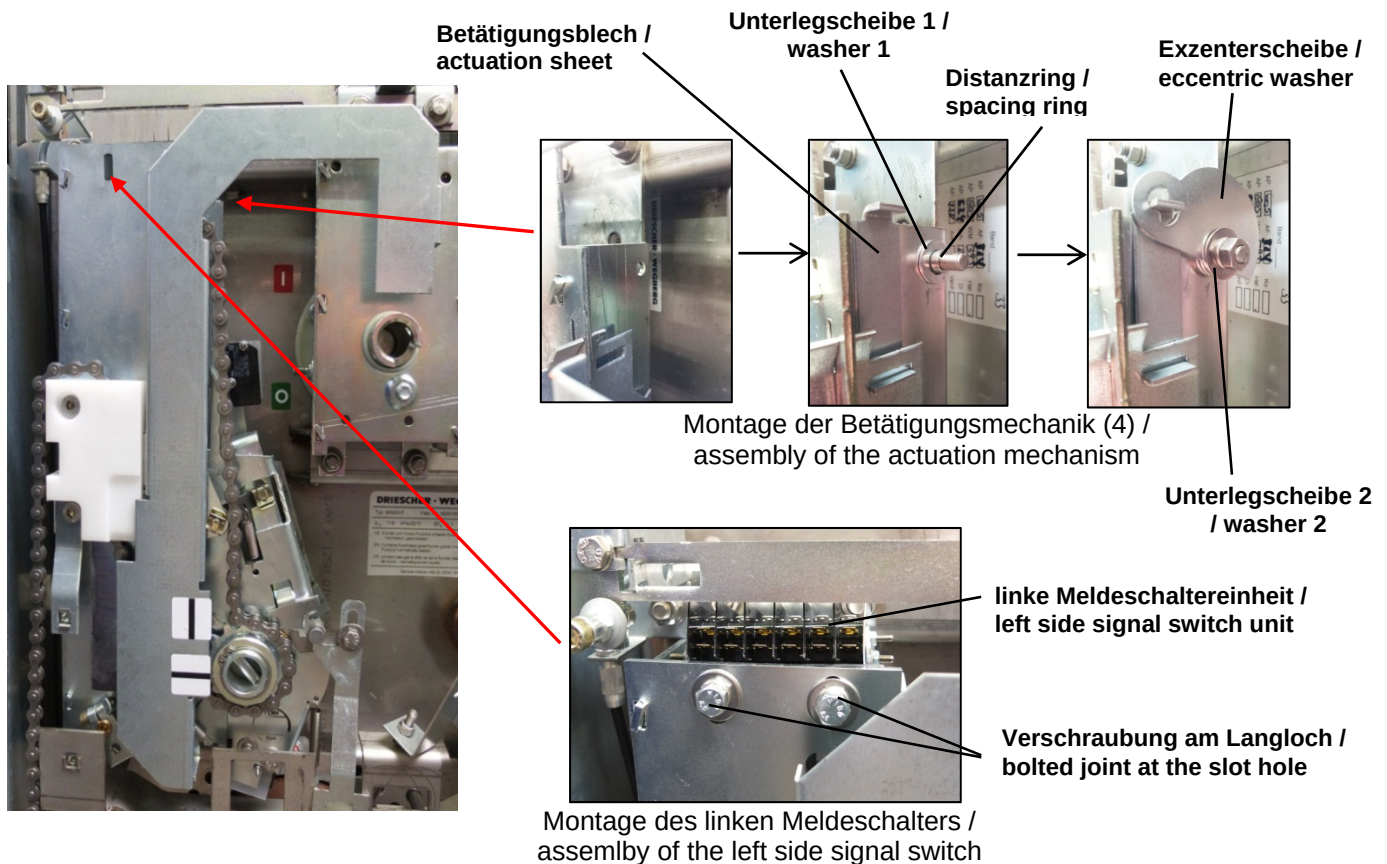
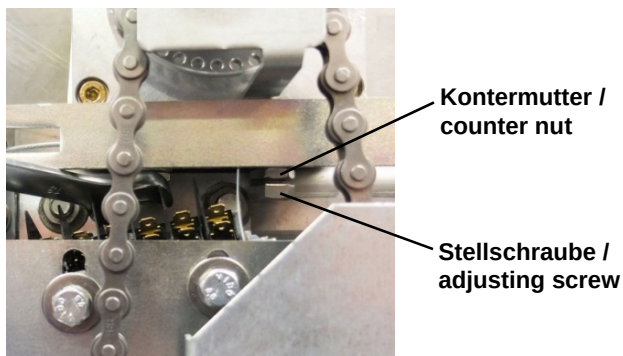

Abb. 10: SEA-Antrieb / pict.10: SEA-mechanism
Abb. 16: Stellschrauben / pict.16: adjusting screws
- Linke Meldeschaltereinheit (s. Abb. 10) in die Langlöcher am oberen Ende des SEA-Antriebes einsetzen und verschrauben.
- Durch Rausdrehen der Stellschrauben (s. Abb. 16) die Antriebseinheit in die tiefste Stellung setzen.
- 👉 Falls ein Meldeschalter (3.1) montiert wurde, erleichtert das Lockern der Befestigungsschrauben bzw. das Abkippen des Meldeschalters (s. Abb. 16, s. auch Abb. 10) das Eindrehen der Stellschrauben.